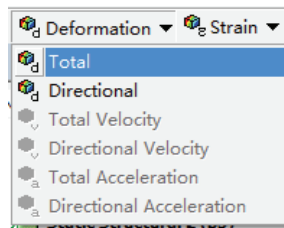

图 10-11 添加变形图
2) 选择 Solution 工具栏中的 Deformation>Total, 如图 10-11 所示, 此时在树结构图中会出现 Total Deformation 选项。